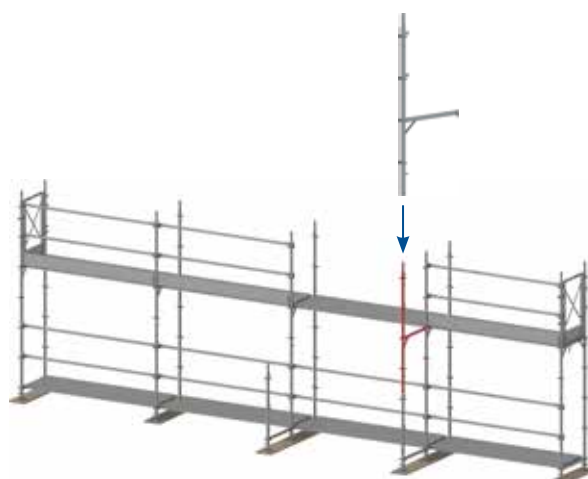

Figure 35 : Montage du cadre en T.
3. Le cadre en T est installé sur le poteau arrière du garde-corps (voir figure 35). Le fixer alors avec une goupille de blocage.